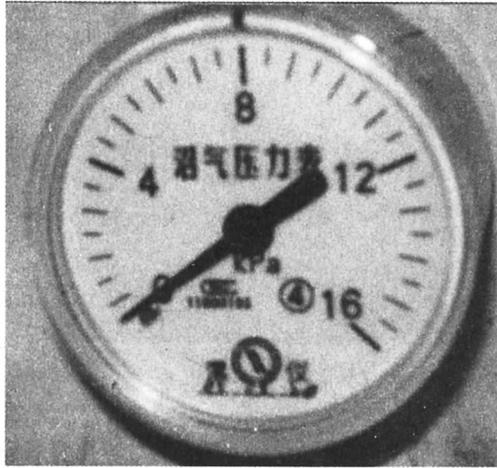

图 7-2 低压盒式压力表
1. 低压盒式压力表 采用防酸碱、防腐蚀材料加工成型，直径为 60 毫米，重量为 32 克，检测范围 0 ~ 10 千帕（图 7-2）。具有体积小、重量轻、耐腐蚀、压力指示准确直观、运输携带及安装方便等特点。适用于沼气灶等低压燃气炉具的压力监测和沼气池密封测试等。